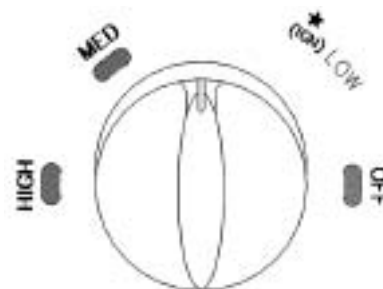

Figure 3 – Bouton de commande du radiateur – RA100NGDGD
5. Enfoncer le bouton de commande du radiateur et le tourner dans le sens antihoraire à la position « (IGN) LOW » pour allumer le brûleur (voir la Figure 3).